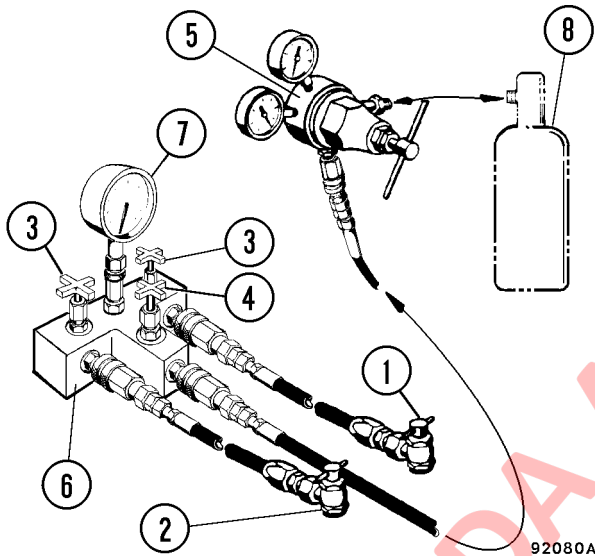
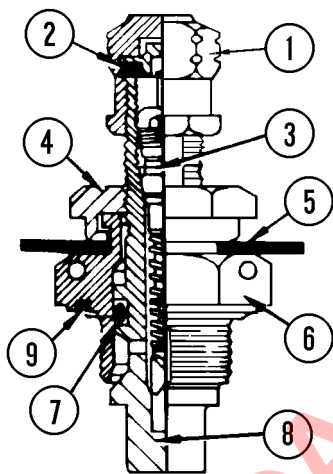

FIGURA 4-1. KIT DE CARGA HYDRAIR®
FIGURA 4-3. VÁLVULA DE CARGA
Ensamble el kit de carga como se muestra en la Figura 4-1 y conéctelo a un contenedor de nitrógeno seco puro (8).
2. Gire completamente hacia la izquierda las manillas "T" (1, Figura 4-1) de los adaptadores (2).
3. Asegúrese de que las válvulas de salida (3) y la válvula de entrada (4) estén cerradas (giradas completamente hacia la derecha).
1. Si se retiró, instale la válvula de carga con un nuevo O-ring (9, Figura 4-3). Lubrique el O-ring con aceite Hydrair® limpio.
2. Apriete el cuerpo de válvula (6) (hexagonal grande) a **23 N·m (17 ft lb)**. Debe desasentar la tuerca giratoria (4) (hexagonal pequeña) dándole tres vueltas completas hacia la izquierda.
4. Cargue las suspensiones con gas nitrógeno a una altura suficiente como para instalar los bloques de carga de nitrógeno, sin exceder 279 mm (11 in). Cierre la válvula de entrada (4, Figura 4-1).
10. Cierre la válvula de entrada (4, Figura 4-1). Deje las válvulas de salida (3) abiertas durante cinco minutos para permitir que las presiones en las suspensiones se igualen.
11. Cierre las válvulas de salida (3). Retire los componentes del kit de carga. Consulte "Desmontaje del kit de carga" más arriba en esta sección.
12. Si se reutiliza la válvula de carga, apriete la tuerca giratoria (4, Figura 4-3) a **6 N·m (50 in lb)**.
7. Instale la válvula de carga en la suspensión. Apriete el cuerpo de válvula (6, Figura 4-3) a **23 N·m (17 ft lb)**.
1. Si la retiró, instale la válvula de carga con un O-ring nuevo (9, Figura 4-3). Lubrique el O-ring con aceite Hydrair® limpio.
8. Cierre las válvulas de salida (3). Retire los componentes del kit de carga. Consulte “Desmontaje del kit de carga” en esta sección.
9. Si se reutiliza la válvula de carga, apriete la tuerca giratoria (4, Figura 4-3) a **6 N·m (50 in lb)**.